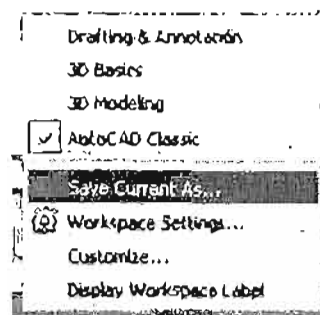

Рис. 1.12. Сохранение созданной конфигурации интерфейса
- Откройте раскрывающийся список на панели инструментов Workspaces (Рабочие пространства) и выберите из него пункт Save Current As (Сохранить как) (рис. 1.12).